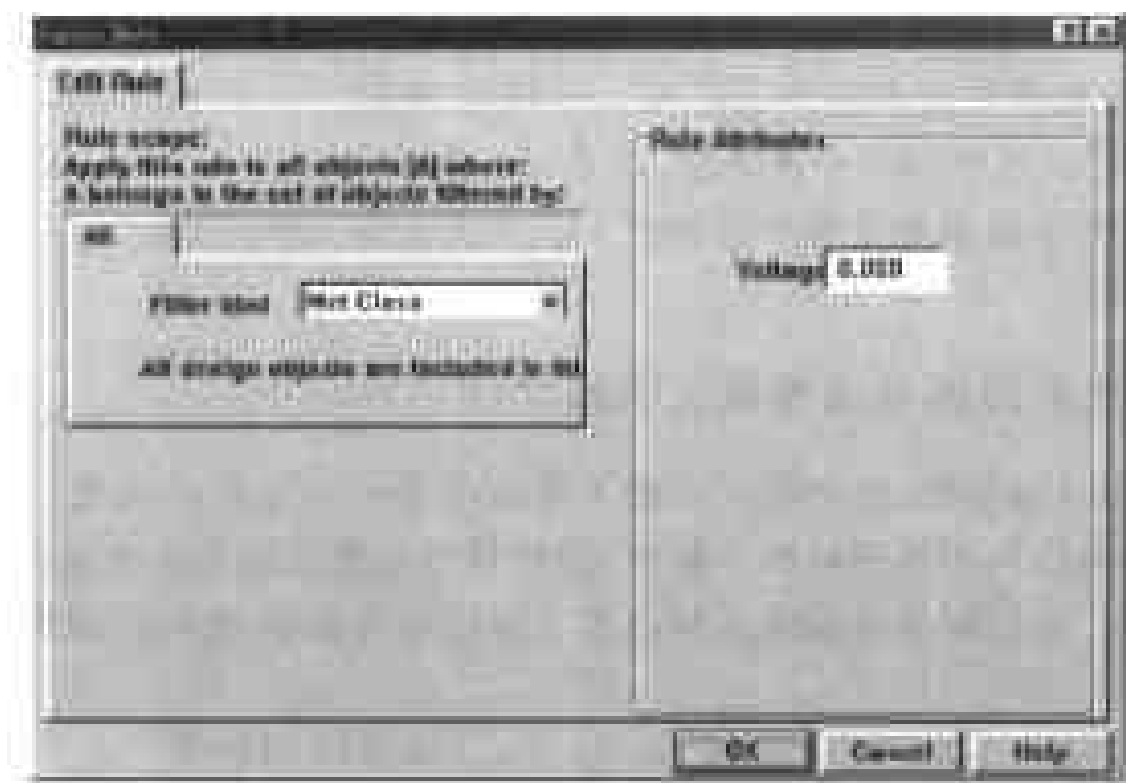

图 9-53 设置电源网络电压的对话框
(1) 选择 Design > Rules,在弹出的 Design Rules 对话框中单击 Signal Integrity 标签,然后在对话框的 Rule Classes 列表框中单击 Supply Nets,此时对话框下部的方框中只有 Scope 和 Voltage 两个栏目。
(2) 在对话框下部单击 Add 命令按钮,弹出如图 9-53 所示的对话框,供用户设置新的规则。
(3) 在对话框左边单击 Filter kind 选项的下拉列表框,在弹出的下拉列表中只有 Net Class 和 Net 两个选项,供用户设置此规则的适用范围,此选项的取值将反映在 Design Rules 对话框下部方框的 Scope 栏中。
(4) 在对话框右边的 Voltage 选项输入框中输入数值,设置电源网络或网络分类的电压,此选项的取值将反映在 Design Rules 对话框下部方框的 Voltage 栏中。
(5) 设置好各个选项后,单击 OK 命令按钮,返回 Design Rules 对话框,在对话框下部的方框中将显示出用户新设置的规则。单击 Close 命令按钮,返回工作窗口,完成此规则的设置。